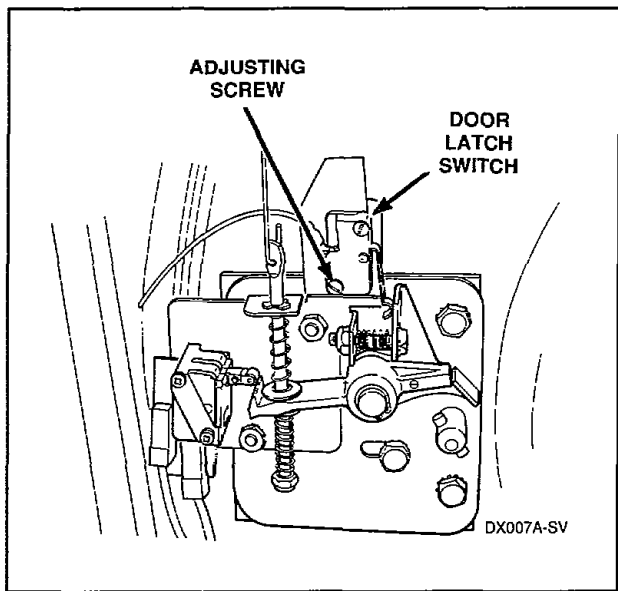

Figure 34
40. DOOR LATCH SWITCH (Figure 34)